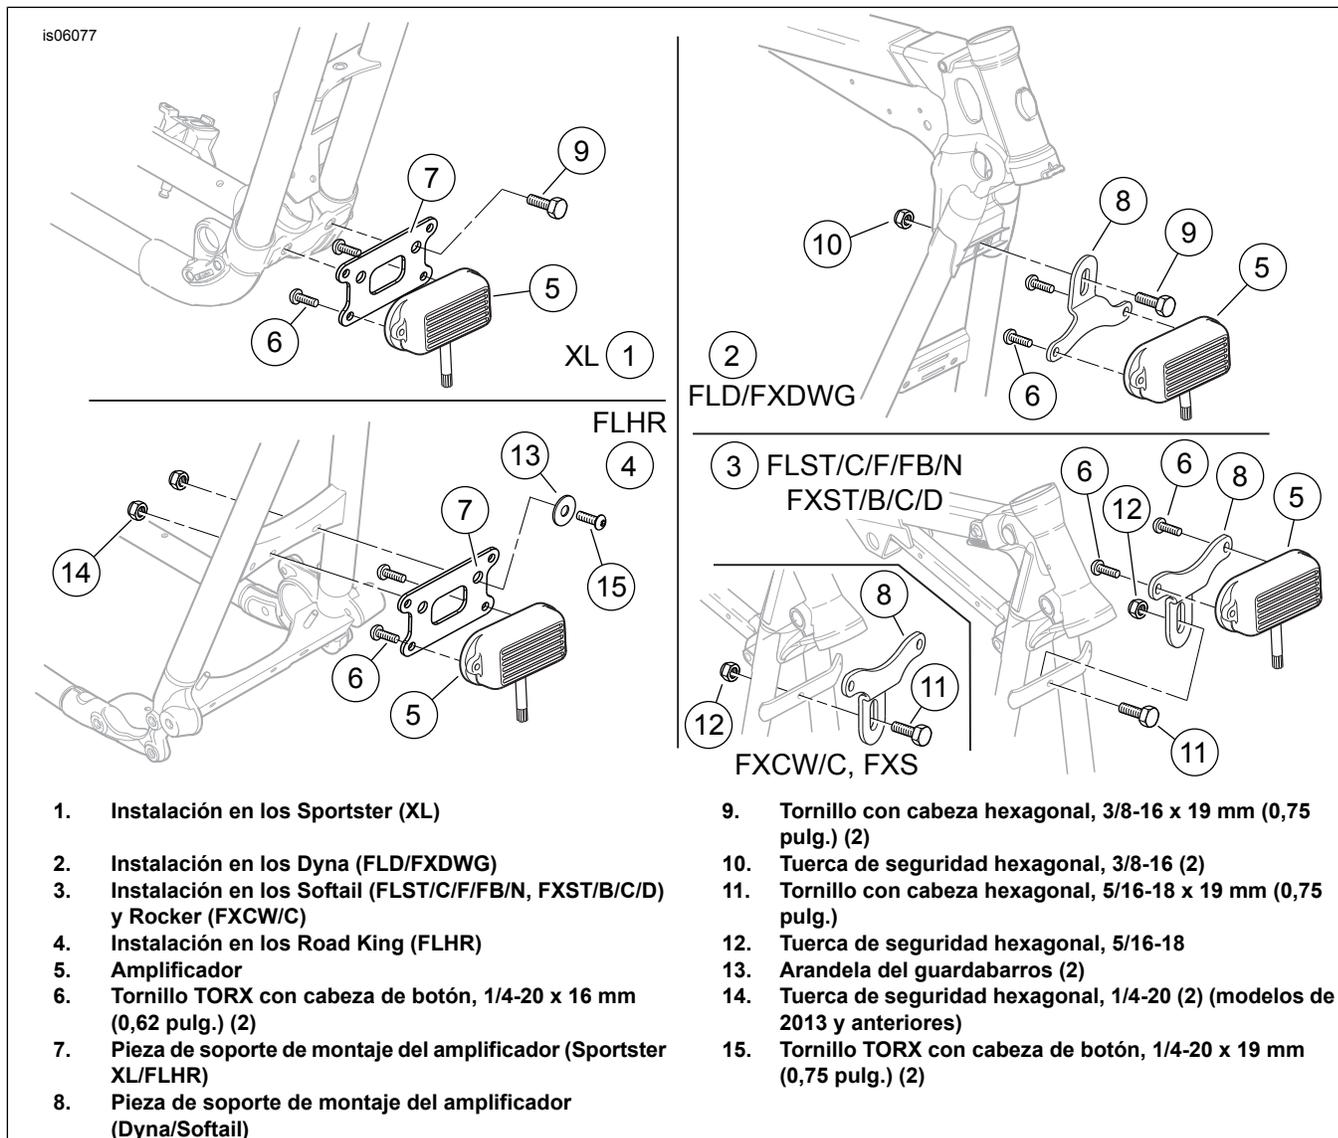

Figura 1. Instalación del amplificador y de la pieza de soporte
2. Vea Figura 1. Instale el amplificador (5, parte del conjunto del arnés de cables) en la pieza de soporte con los tornillos (6) y apriete a 7,4 N·m (65 in-lbs).
4. Vea Figura 1. Instale el amplificador y la pieza de soporte en el travesaño de la estructura, entre los tubos verticales delanteros, como se muestra.